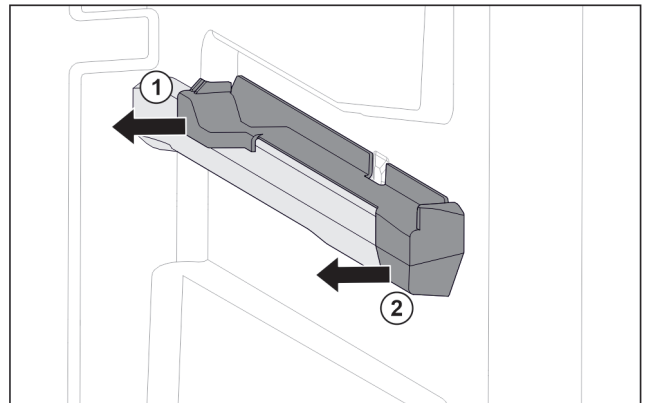

Fig. 93 Aufsteckteil auf der rechten Behälterrippe
- ▶ Aufsteckteil hinten zur Seite abziehen. Fig. 93 (1)
- ▶ Aufsteckteil vorne zur Seite abziehen. Fig. 93 (2)